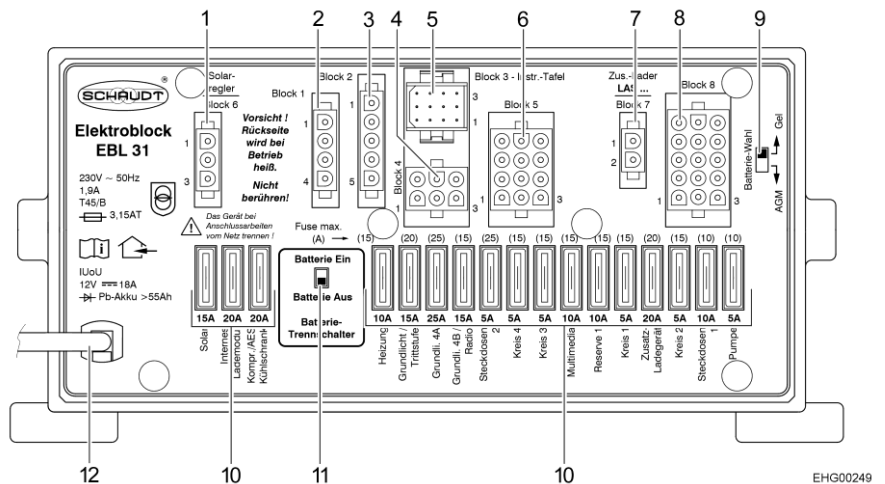

Fig. 72 Bloc électrique (EBL 31)
- ▷ Afin de couper l'alimentation électrique de **tous** les consommateurs électriques 12 V, et pour éviter toute décharge de la batterie de cellule, placer l'interrupteur-séparateur de batterie (Fig. 72,11) sur "Batterie Aus" (batterie Arrêt) sur le bloc électrique.
▷ Les consommateurs tels que chargeur, régulateur de panneau solaire, panneau de contrôle et autres sont alimentés par la batterie, même lorsque l'interrupteur principal 12 V est fermé sur le panneau de contrôle (Fig. 73,6). C'est pourquoi il faut mettre l'interrupteur-séparateur de batterie (Fig. 72,11) du bloc électrique sur "Batterie Aus" (batterie Arrêt) lorsque le véhicule n'est plus utilisé pendant une longue période.